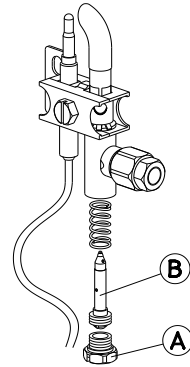

Fig. 6
1.4. TRANSFORMACION Y REGULACION DEL QUEMADOR DE ENCENDIDO.(Fig 6)